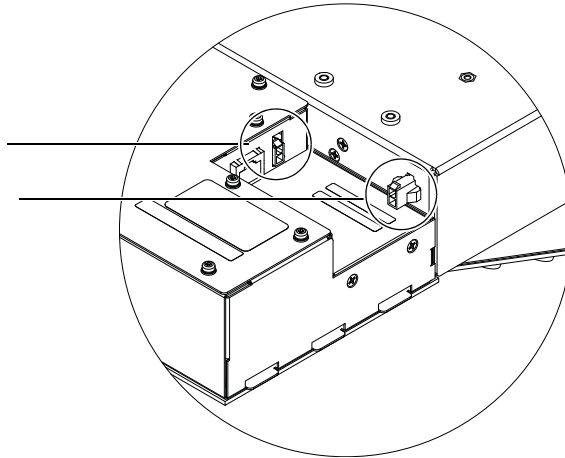

Figure 33. Connexion des deux câbles d'alimentation CC au module Master
- 1 Placez le module Master au-dessus du bac et connectez deux câbles Molex à 2 broches du harnais de câbles, un à chacune des entrées CC sur le côté du module, comme représenté sur la Figure 33.